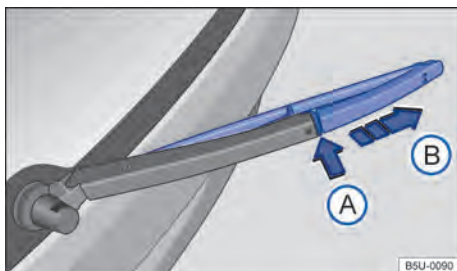

Fig. 165 Substituir a palheta do limpador do vidro traseiro.
- Manter o botão de destravamento → Fig. 165 ① pressionado.
- Retirar a palheta do limpador do vidro traseiro no sentido da seta ②.